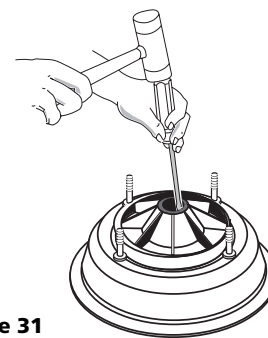

Figure 31
- Placer la moitié du corps de pompe face vers le bas sur une surface plane et tapoter sur la partie stationnaire du joint pour la faire sortir (voir Figure 31).